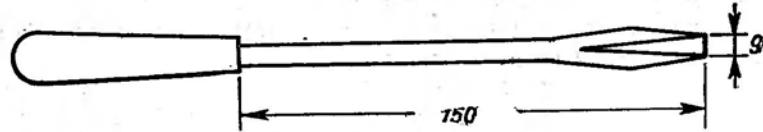

Рис. 13. Отвертка короткая, широкая с лезвием 150×9 мм.
2. Отвертка короткая широкая с лезвием примерно 150×9 мм (рис. 13):